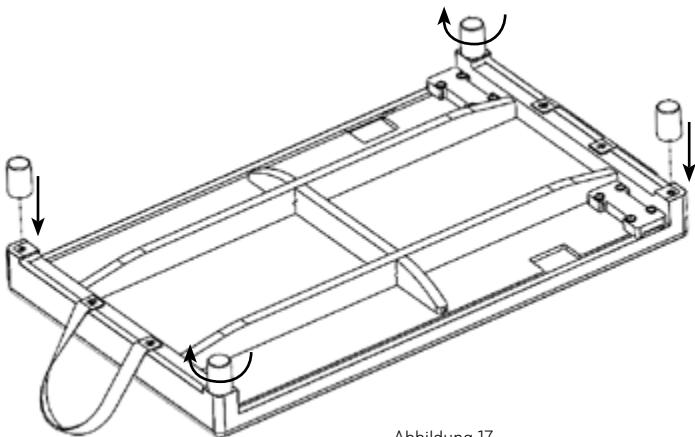

Abbildung 17
2. Suchen Sie die vier (4) Füße, aus denen ein Gewinde herausragt, und fädeln Sie sie in die Eckeinsätze an der Unterseite des Mattenumbaus ein.
3. Drehen Sie sie im Uhrzeigersinn, bis sie fest sitzen. Handfest ist in Ordnung. Siehe Abbildung 17.